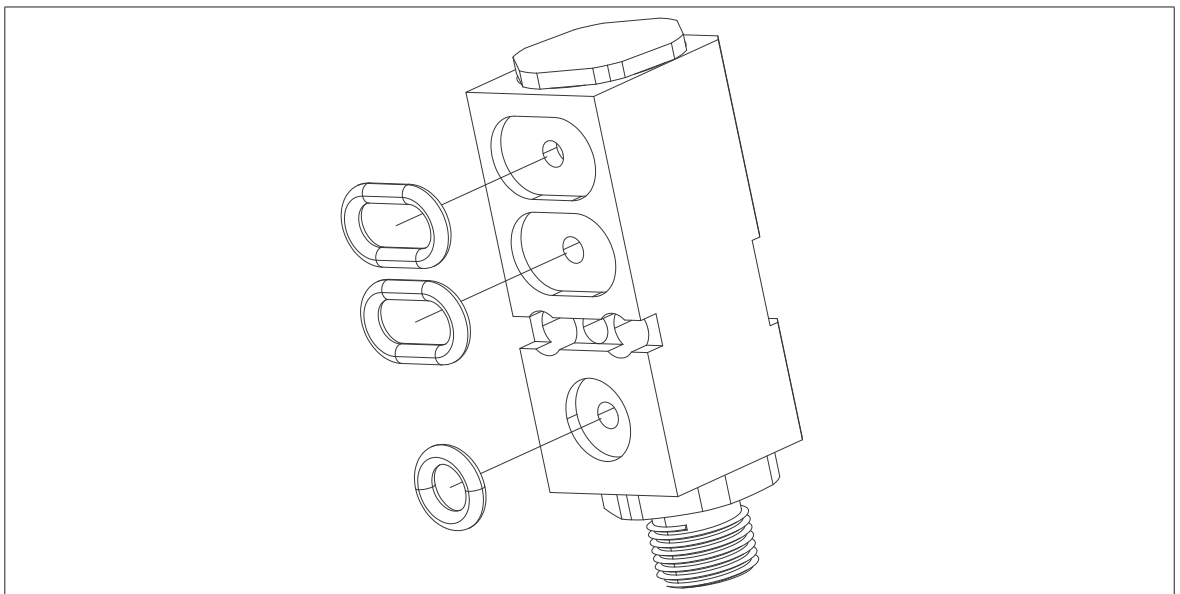

Bild 5: O-Ringe einsetzen
5. Mitgelieferte O-Ringe auf Vollständigkeit und korrekten Sitz prüfen (*siehe Bild 5*).